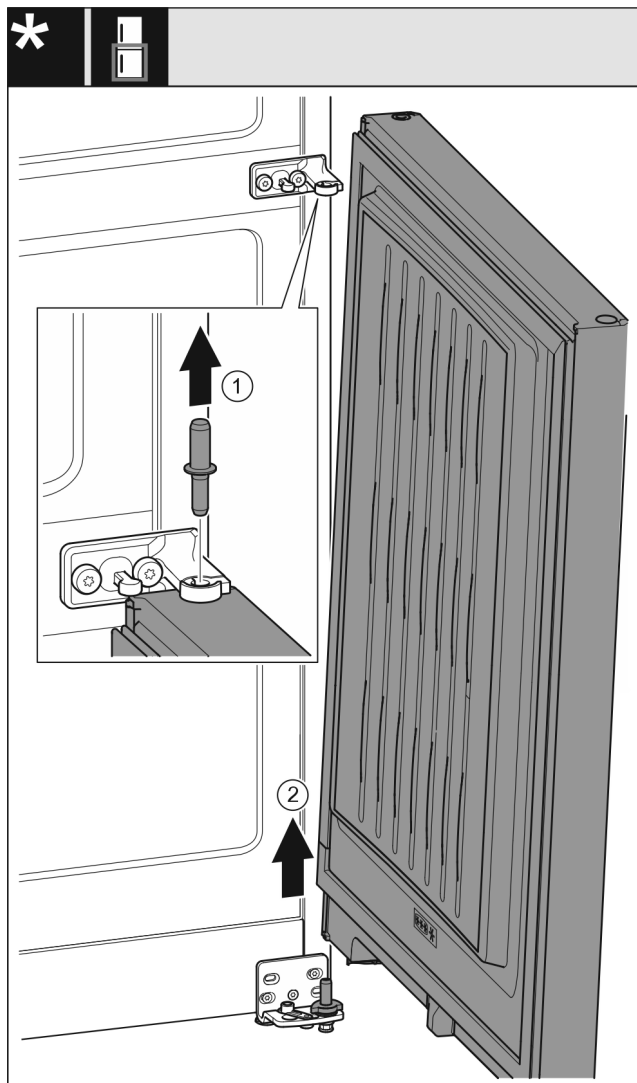

Fig. 9
- ▶ Τραβήξτε έξω τον πείρο Fig. 9 (1) προς τα επάνω.
- ▶ Ανοίξτε την πόρτα Fig. 9 (2), τραβήξτε τη προς τα επάνω και παραμερίστε τη στην άκρη.